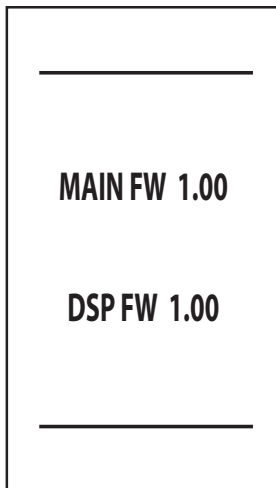

Abb. 7- Einschalten / Software-Version
- Während der ersten 5 Sekunden wird am Display die Software-Version der Platine und des Displays eingeblendet (abb. 7).